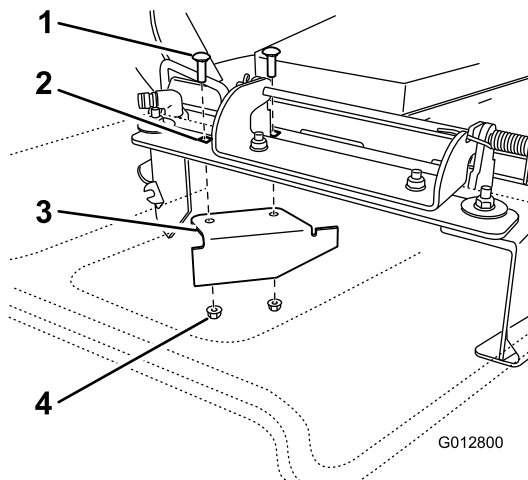

Bild 31
11. Suchen Sie das Versatzablenkblech in den losen Teilen und entfernen Sie die Befestigungen in den hinteren Löchern der Auswurfplatte (Bild 31).